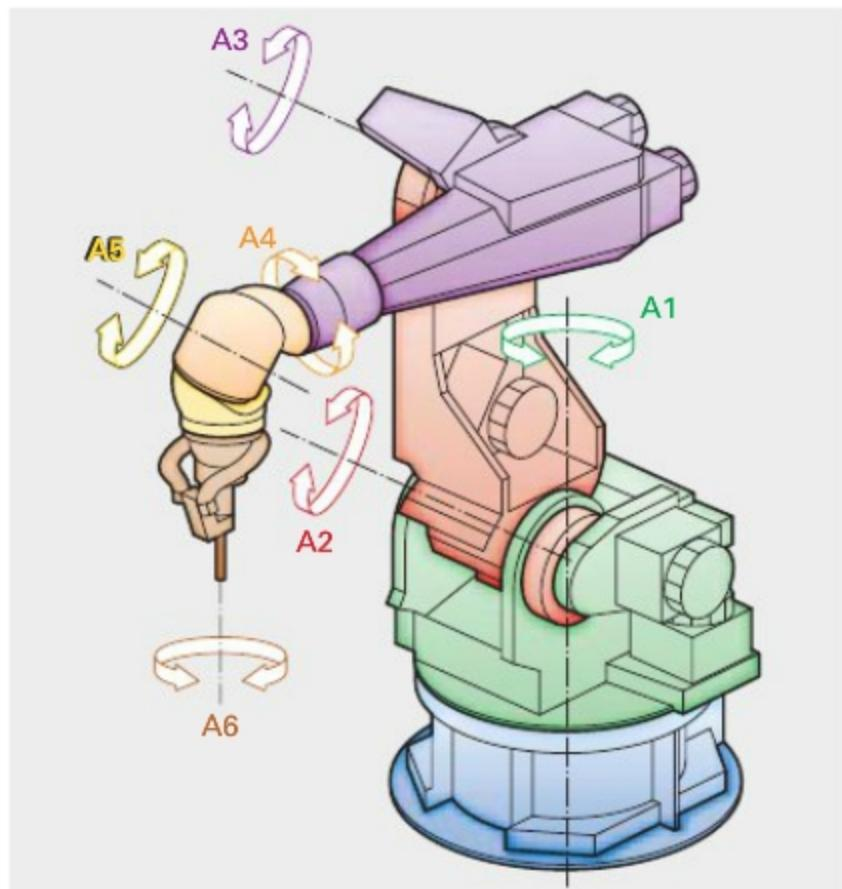

Bild 2: 6-achsiger Knickarmroboter
**Rotatorische Achsen:** Damit können schnelle Drehbewegungen in den Drehgelenken A1 bis A6 ausgeführt werden (**Bild 2**).